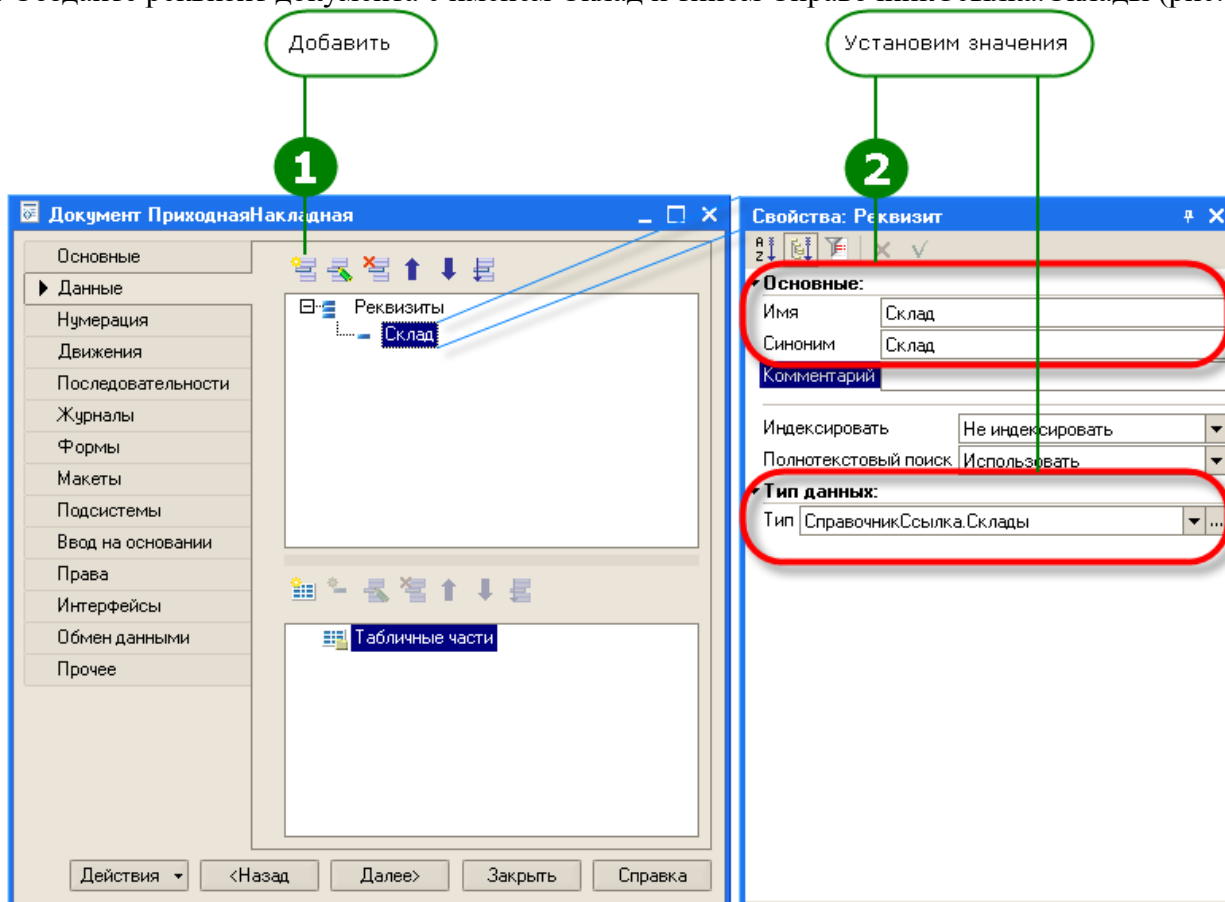

Рис. 1. Создание реквизита документа
4. Создайте реквизит документа с именем Склад и типом СправочникСсылка.Склады (рис. 1):